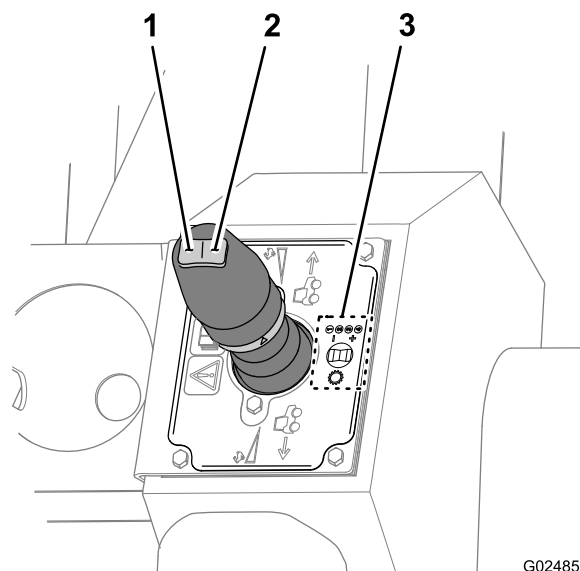

Рисунок 48
- Чтобы переключить на более низкую передачу, нажмите кнопку понижения передачи (левую) на кулисном переключателе (Рисунок 48).
- Чтобы переключить на более высокую передачу, нажмите кнопку повышения передачи (правую) на кулисном переключателе (Рисунок 48).